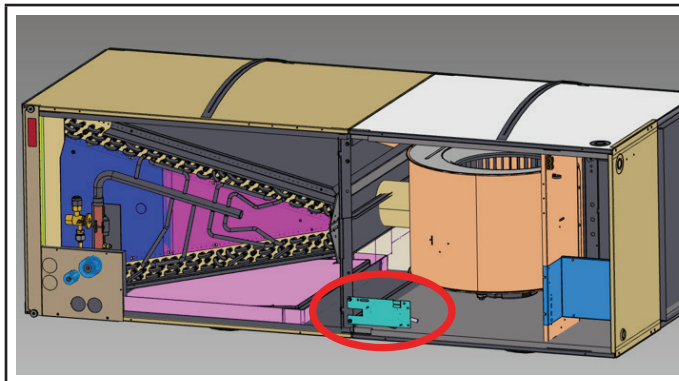

Figura 9
- 3 - Una vez retirados los paneles de la unidad de manejo de aire, instale el conjunto del soporte del sensor en la unidad alineando los orificios en el soporte central, como se muestra en la Figura 9. Nota: El sensor debe estar orientado hacia el interior de la unidad.